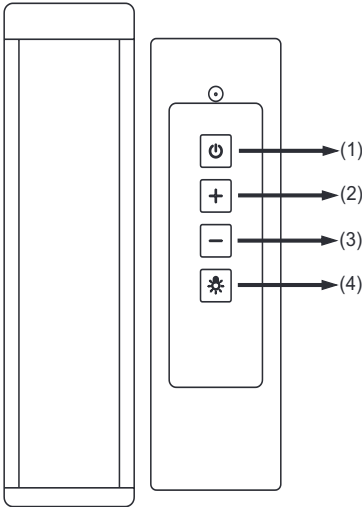

Abb. 3: Fernbedienung
- Taste ① der Fernbedienung (Abb.3) drü-